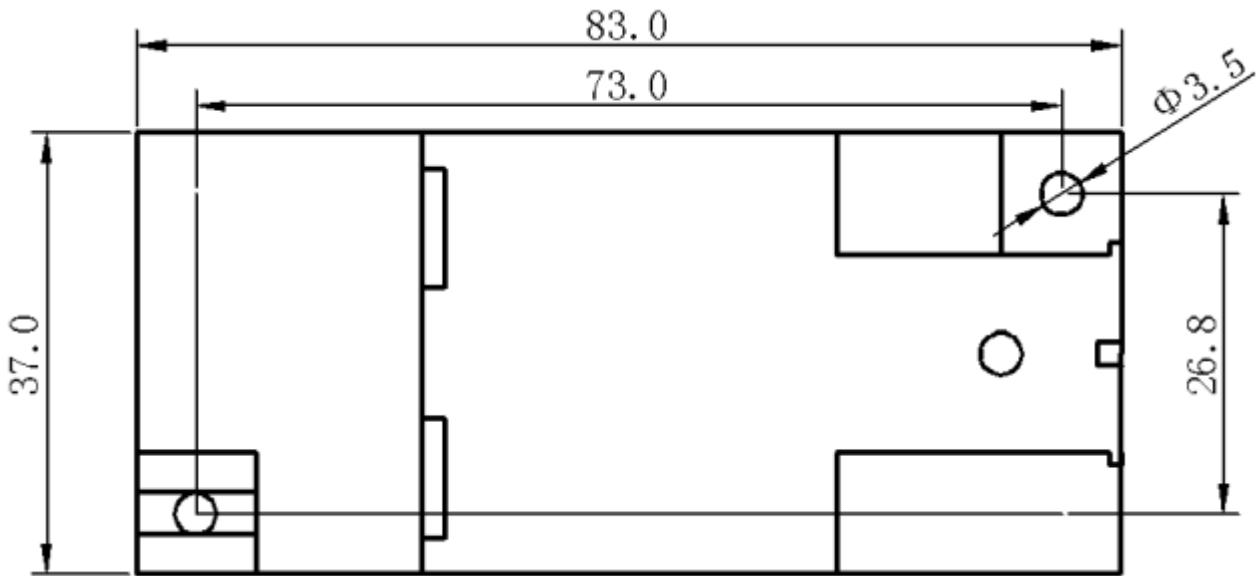

图 3:S3K 外形安装尺寸图
产品采用 DIN35 导轨式安装或螺钉固定安装，其安装尺寸 如图 3 所示(单位 mm)。
- ① 把变送器固定卡槽一侧勾在安装导轨上；
- ② 向下牵动弹簧销；
- ③ 使变送器卡口套在安装导轨上；
- ④ 松开弹簧销，变送器卡在安装导轨上。
- ① 按图 3 所示的螺孔位置在固定板上打直径为 4mm 孔；
- ② 使用小于 $\Phi 3.5$ 的螺钉插入孔中固定。